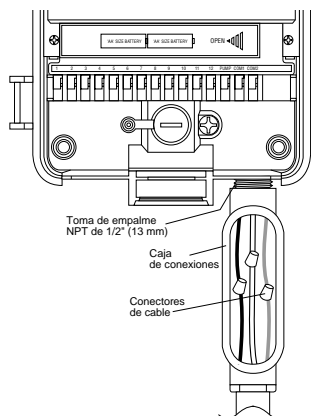

FIGURA 21: Cableado de CA mediante una caja de conexiones
- Conecte los cables procedentes de la fuente de alimentación a los cables procedentes del programador. Asegúrese de conectar el cable de toma de tierra (a menudo un programador de color verde o de cobre desnudo) al cable verde del programador. Es absolutamente necesario conectar dicho cable. Conecte también el resto de los cables [Vea la Figura 21].